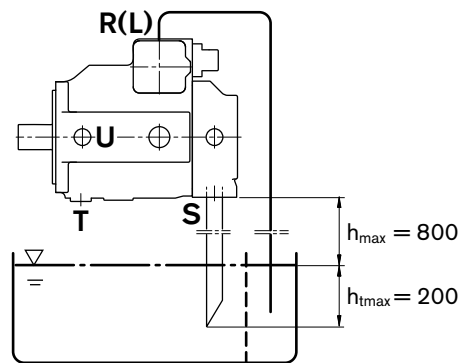

图 4
b) 当最低油位低于泵的上边缘时：必须对壳体泄油口和（可能的话）油口 »S« 进行管路连接，请参见图 4。请遵守第 1.2 点中所述条件。
a) 在容器上方安装，请参见图 4。